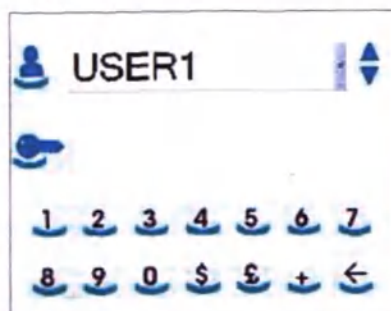

Рис. 68
- Кнопка серого цвета, неактивированная функция: экран «Вход в систему» (Рис. 68 или рис. 69) не будет отображаться в начале каждого цикла облучения.
- Кнопка синего цвета, активированная функция: экран «Вход в систему» (Рис. 68 или рис. 69) будет отображаться в начале каждого цикла облучения.